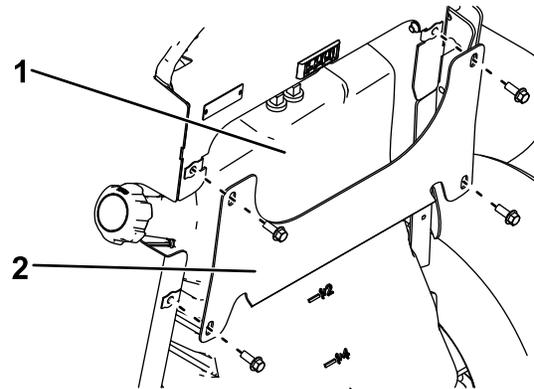

Figura 33
3. Retire el soporte transversal (Figura 33).